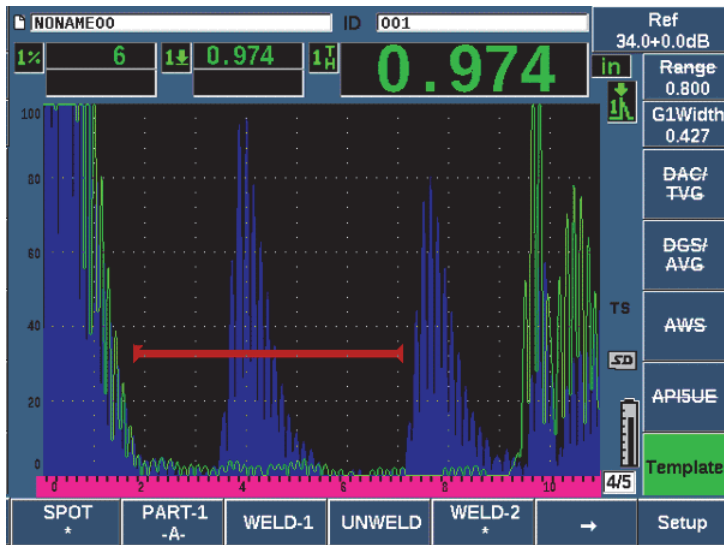

Figure 11-50 Affichage d'un modèle stocké dans l'écran en temps réel
- ◆ Appuyez sur l'une des touches de paramètres (P1–P5) qui affichent un nom de modèle ayant un symbole * en dessous (voir la Figure 11-50 à la page 322).